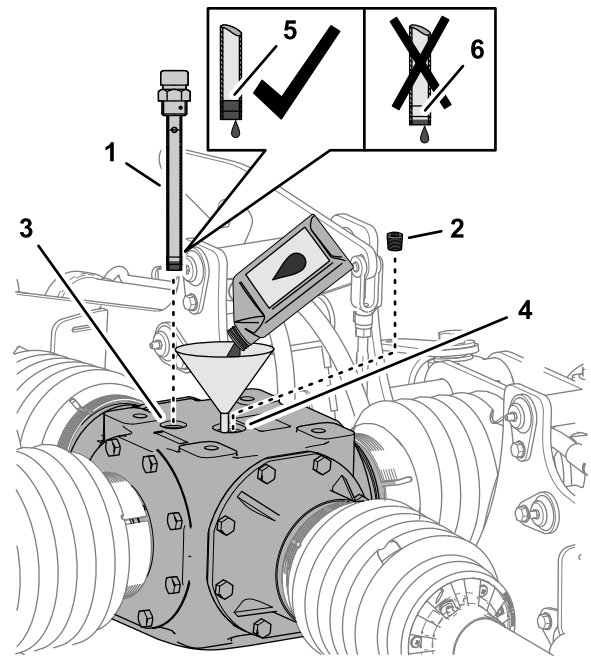

Figura 61
1. Retire la varilla del orificio situado en la parte superior de la caja de engranajes central y limpie la varilla (**Figura 61**).
2. Retire el tapón de llenado del orificio de llenado situado en la parte superior de la caja de engranajes (**Figura 61**).
3. Añada 2.484 ml (84 onzas fluidas) del lubricante para engranajes especificado a la caja de engranajes a través del orificio de llenado (**Figura 61**).
4. Enrosque la varilla en el orificio, retire la varilla y compruebe el nivel de lubricante (**Figura 61**).
6. Enrosque la varilla en el orificio de llenado y apriete la varilla (**Figura 61**).
7. Instale el tapón de llenado en el orificio de llenado y apriete el tapón (**Figura 61**).